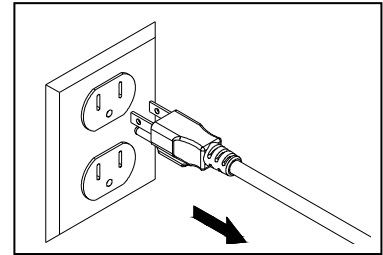

Fig. 7
1. Desenchufe la bomba, retire del estanque. Fig. 7